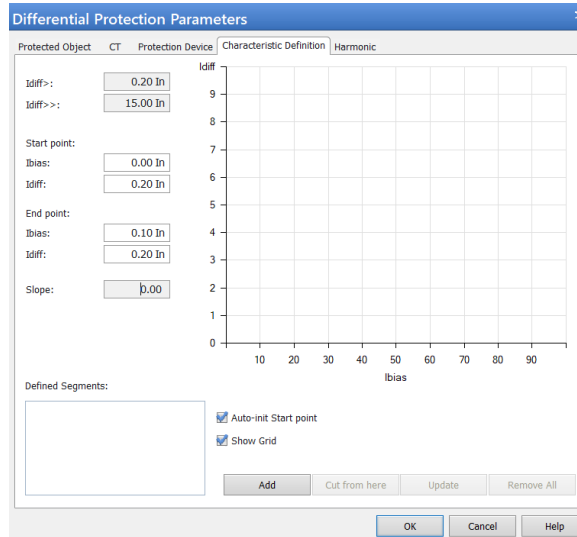
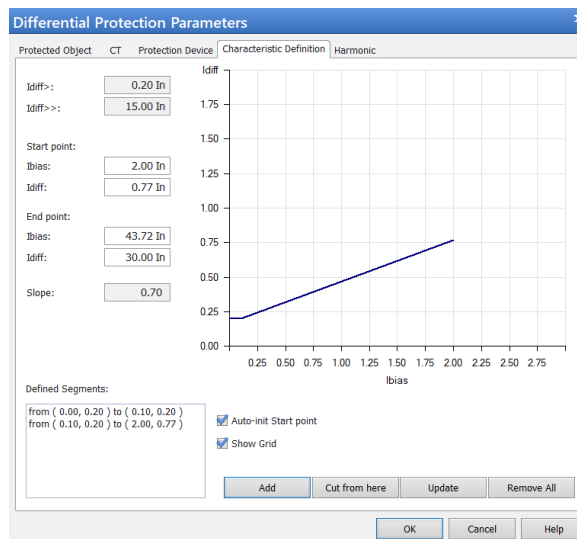

Ilustración 16. Configuración de curva característica (inicio)
Ilustración 19. Configuración de curva característica (segmento 3)
- Desde Ilustración 16 hasta Ilustración 19 se definen los puntos que corresponden a la curva característica del relé.